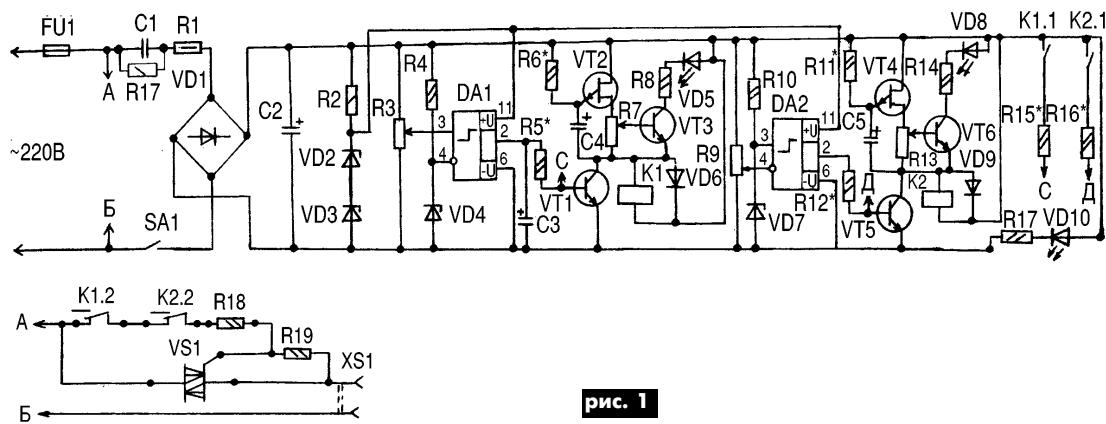
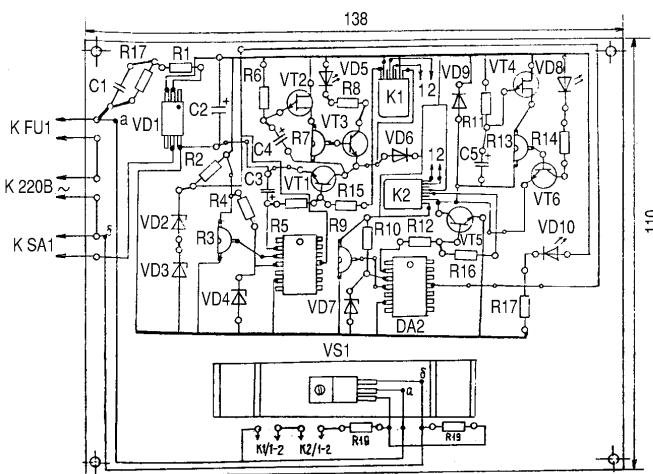
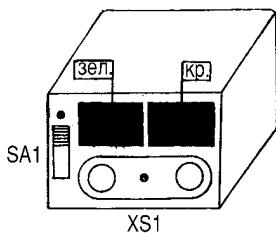

рис. 1
рис. 2
рис. 3
**Работа схемы.** На рис.1 показана принципиальная схема, на рис.2 - чертеж печатной платы, на рис.3 - внешний вид устройства. Схема работает следующим образом. Переменное напряжение сети 220 В через предохранитель FU1, гасящий конденсатор C1, ограничительный резистор R1 и выключатель SA1 подается на выпрямительный мост VD1, где выпрямляется и величиной порядка 15 В прикладывается к сглаживающему конденсатору C2. Стабилитроны VD2, VD3 обеспечивают стабильным напряжением 12 В микросхемы DA1 и DA2. Схема содержит два однотипных компаратора, один из которых отслеживает снижение напряжения (например, до 160 В), а второй реагирует на повышение напряжения (например, до 260 В). На однопереходных транзисторах VT2 и VT4 собраны схемы аварийной сигнализации (светодиод VD5 мигает зеленым цветом, а светодиод VD8 - красным).
На рис.2 показан чертеж печатной платы (M1:2), которое выполнено на одностороннем фольгированном гетинаксе. Реальные размеры платы зависят от корпуса, в который будет помещено устройство, а также от мощности нагрузки. В зависимости от величины тока нагрузки необходимо применить соответствующий радиатор к симистору VS1. Лучше использовать игольчатые, ребристые или пластинчатые радиаторы. Теплоотвод с эквивалентной площадью поверхности 10, 16, 25, 65 см2 применяют при мощности нагрузки соответственно 200, 300, 500, 1500 Вт. Симистор со стороны радиатора следует смазать пастой КПТ-8 для лучшей отдачи тепла от симистора VS1 к радиатору. Можно применить и П-образный теплоотвод, который сгибают из полосы алюминия размерами 130×25×2 мм при мощности 1500 Вт; при мощности 500 Вт - 50...60 мм. Расчет радиаторов охлаждения приведен в [1].
На рис.3 показан возможный вариант внешнего вида. При этом розетка XS1 и выключатель вынесены на переднюю панель. Из оргстекла лобзиком следует выпилить экран нужного размера, половину которого закрасить, например, цапонлаком зеленого цвета, а другую - красного цвета. Под этим